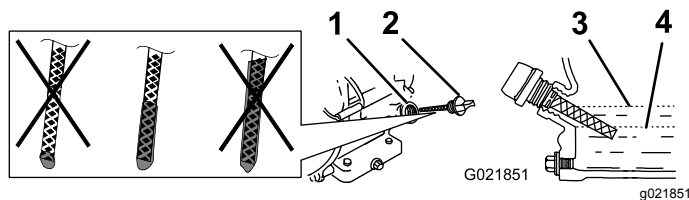

Рисунок 10
6. Вставьте щуп до упора в заливное отверстие, но **не заворачивайте его** (Рисунок 10).
7. Снова извлеките щуп и посмотрите на его конец. Если уровень масла в двигателе низкий, медленно долейте в заливное отверстие только такой объем масла, чтобы поднять уровень до метки Full (Полный) на щупе (Рисунок 10).
4. Очистите поверхность вокруг масломерного щупа (Рисунок 10), чтобы загрязнения не попали в заливное отверстие и не вызвали повреждение двигателя.